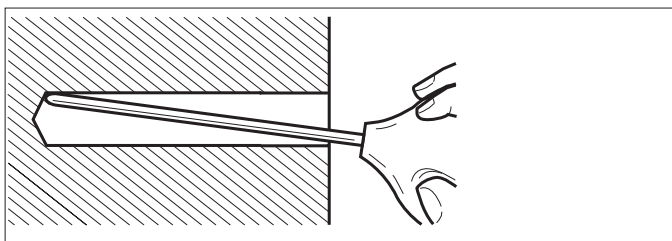

Bild 3
- ⇒ Bohrmehl mit Blasebalg aus Hilfsbohrungen entfernen (Bild 3).